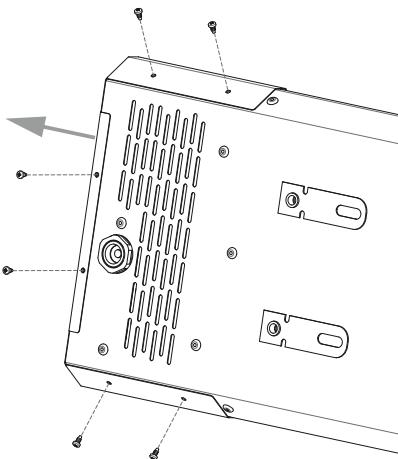

Рисунок 6.
- 7.4.1. Открутить саморезы и снять боковую крышку обогревателя для доступа к распределительной коробке (см. рис. 6). Снять крышку распределительной коробки.